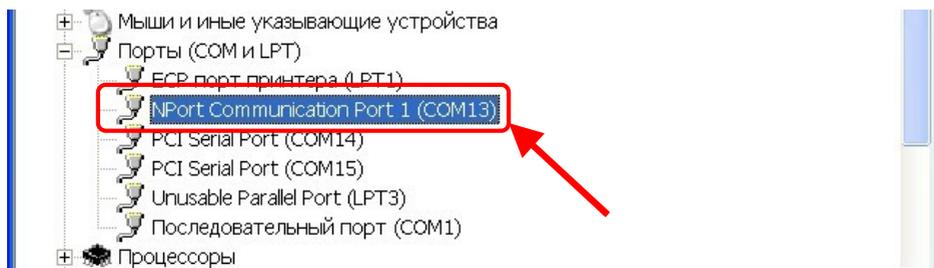
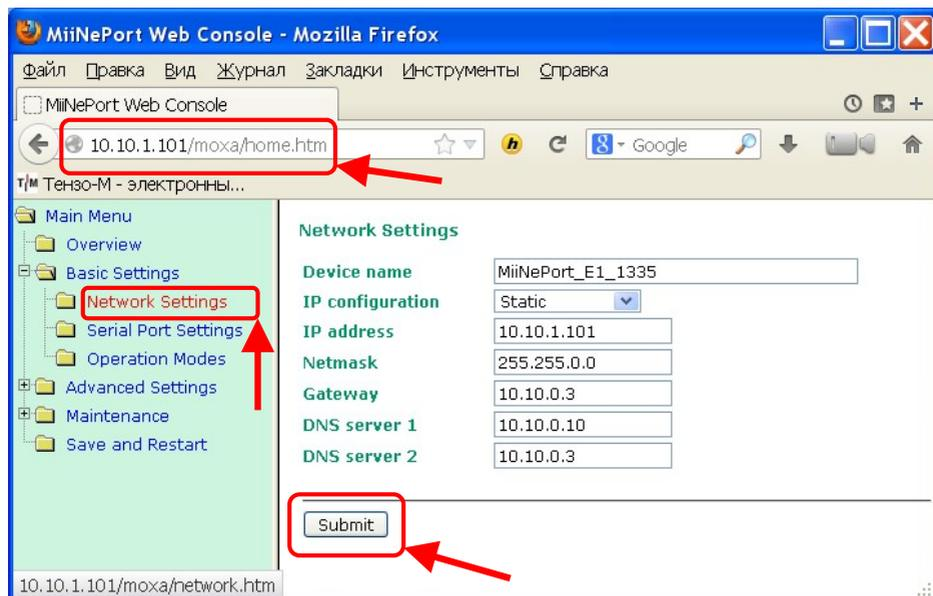

Рис.16 .8. Список COM портов в диспетчере устройств Windows.
Рис. 16.9. Консоль управления «MiiNePort Web Console», сетевые установки.
16.10. Не закрывая утилиту «**NPort Windows Driver Manager**», в адресной строке обозревателя Internet наберите IP адрес добавленного порта (в нашем случае — «**10.10.1.101**», см. Рис.16 .7, стр.32), войдите в консоль управления «**MiiNePort Web Console**» и перейдите в пункт меню «**Basic Settings\Network Settings**» (см. Рис. 16.9).
- если выбран статический способ получения адреса (как на Рис. 16.9), установите также остальные параметры: IP адрес («**IP address**»), маску подсети («**Netmask**»), шлюз («**Gateway**»).
16.12. После установки сетевых параметров нажмите на кнопку «**Submit**» («подтвердить», см. Рис. 16.9).